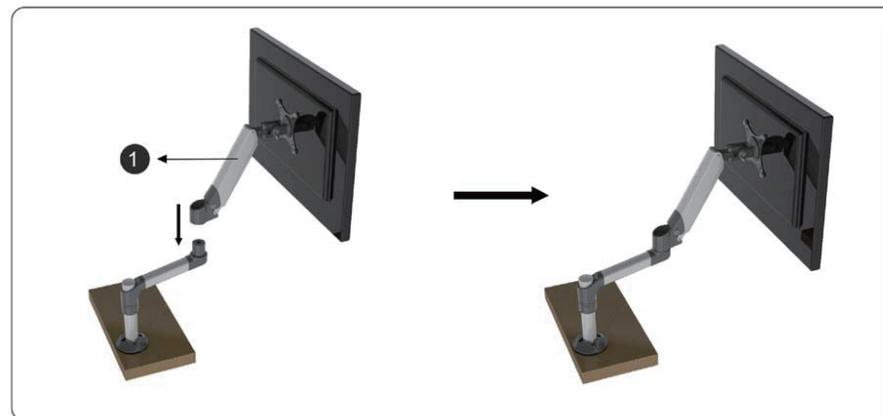

图: 3-2
2、将装好显示屏的气弹簧臂(1)安装在延伸臂的顶端。(如图 3-2)